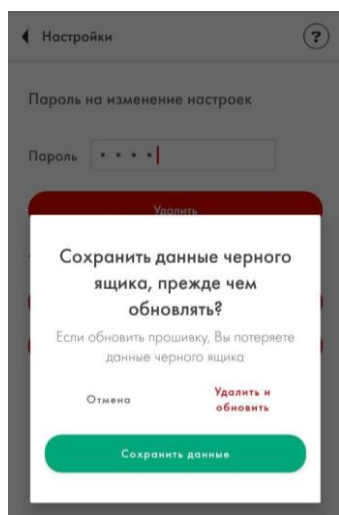

Рисунок 20 – Окно настроек обновления
2.3.14 Для обновления прошивки датчика до актуальной версии (при необходимости) необходимо после введения пароля (при наличии) нажать кнопку «Режим обновления», после чего откроется окно настроек обновления (рисунок 20). При обновлении есть возможность сохранить ранее накопленные данные, нажав кнопку «Сохранить данные». Рекомендуется очистить память, нажав кнопку «Удалить и обновить».